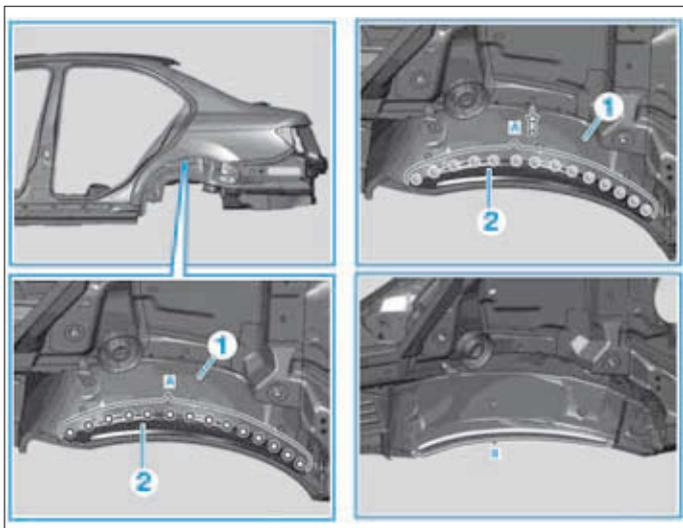

FIG. 105
- Poser et ajuster la partie extérieure du passage de roue arrière (2) sur la caisse (Fig.105).
- Percer des trous de rivet de Ø 5 mm dans la zone (A).
- Tailler des deux côtés les trous de rivet sur la partie de la partie extérieure du passage de roue arrière (2).
- de la pâte d'étanchéité sur l'aile arrière dans la zone (B).
- Assembler par rivetage la partie extérieure du passage de roue arrière (2) avec un rivet de Ø 4,8 x 8 dans la zone (A).